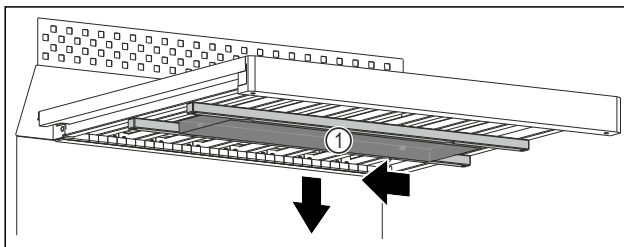

Fig. 111
- Spostare la vaschetta dell'acqua Fig. 111 (1) verso sinistra.
- Rimuovere la vaschetta dell'acqua Fig. 111 (1) verso il basso.